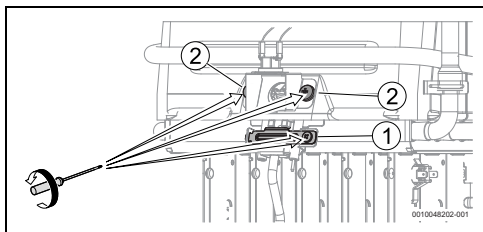

Fig. 19
- ▶ Retirar lo tornillo que fija el soporte del quemador piloto, Fig. 19, [1].
- ▶ Retirar los tornillos que fijan el soporte del dispositivo para el control de estado de la cámara de combustión, Fig. 19, [2].